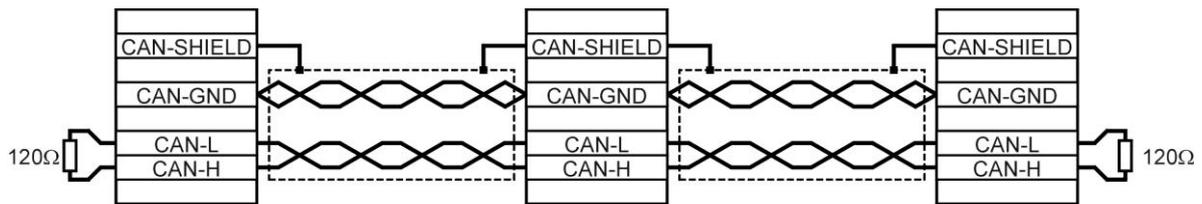

Figure 7.5 Exemple de câblage pour bus CAN
1. Les différents nœuds du réseau sont en principe reliés entre eux en ligne de sorte que le câble CAN soit raccordé de régulateur à régulateur (voir Figure 7.5).